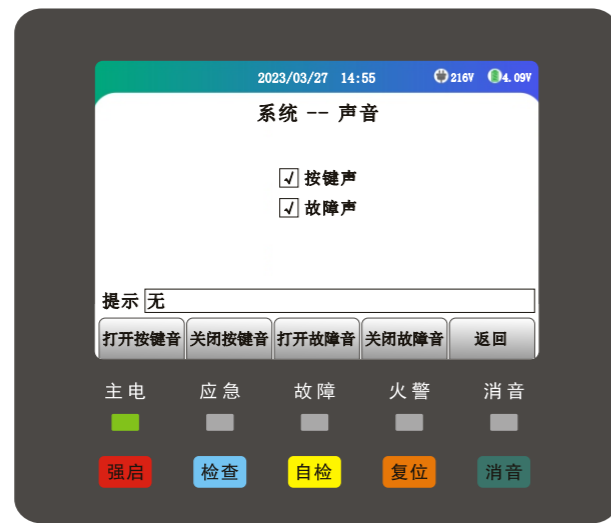

图7.2.5
(4)、点击【声音设置】进入声音设置界面，根据自身需要对按键声或故障声进行设置，点击【返回】按钮则返回上一级菜单（如图7.2.5）。